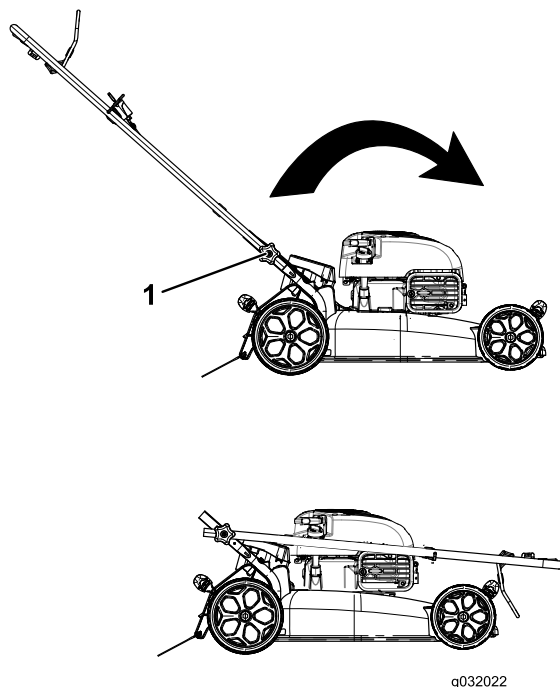

Figura 22
1. Solte os botões do manípulo até conseguir mover o manípulo livremente (Figura 22).
1. Botão do manípulo (2)
2. Mova o manípulo para frente, como indicado em (Figura 22).